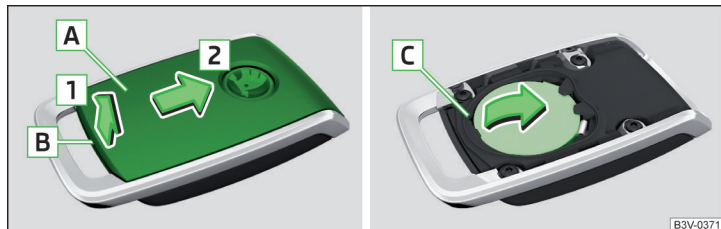

Fig. 350 Abrir la tapa / Extraer la pila
- Con un destornillador plano y delgado aflojar la tapa **A** en el área **B** » fig. 350.